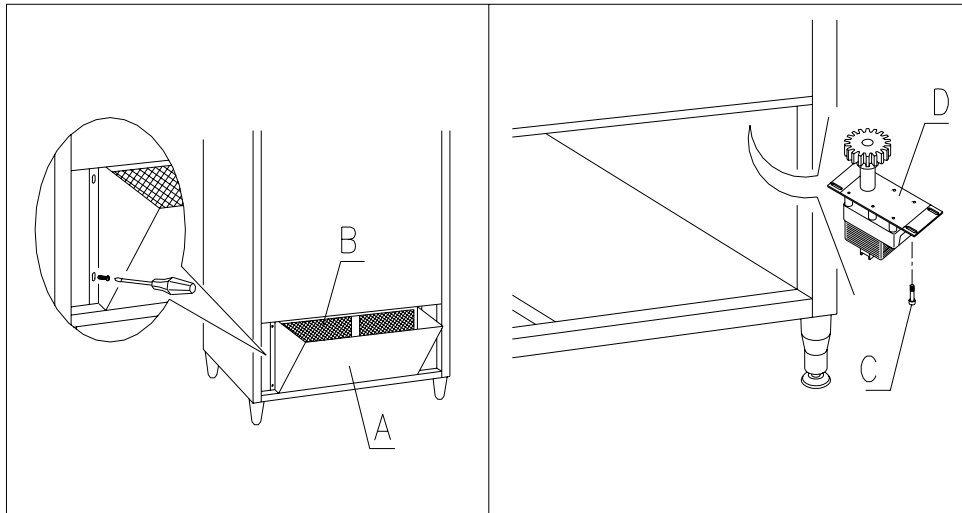

FIG. 18
8.10 SOSTITUZIONE MOTORIDUTTORE ROTAZIONE COLONNA FIG. 18